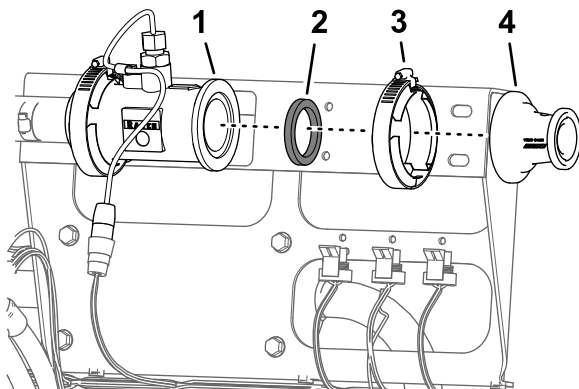

Figura 69
6. Retire a braçadeira de flange de 51 mm e a junta de 38 mm que prendem a flange do adaptador à flange do fluxímetro (Figura 69).